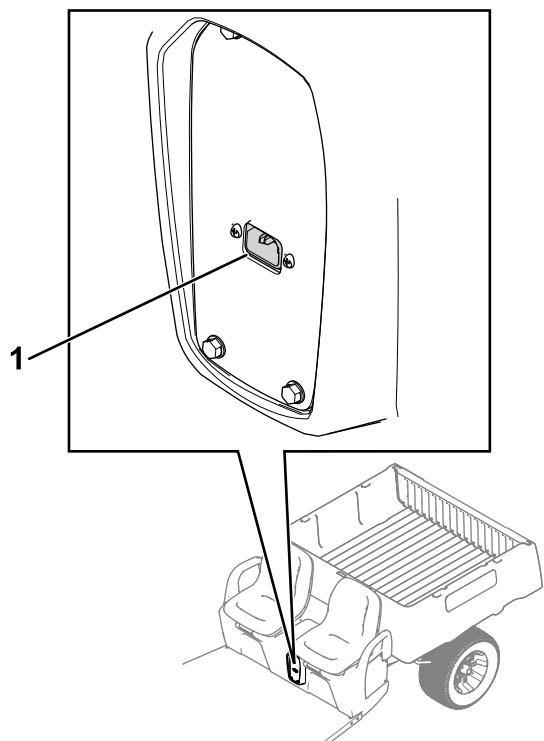

Figura 25
1. Enchufe el cable de alimentación en la toma de corriente del cargador de la máquina (Figura 25).